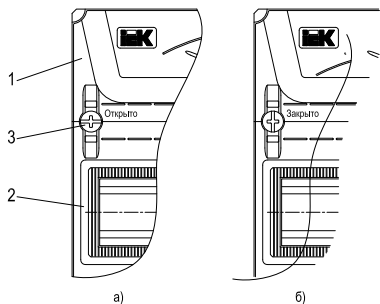

Рисунок 5 – Оперативная панель
со стоек и её можно снять (рисунок 5а). Торцевым гаечным ключом на 10 мм открутить гайки и демонтировать из оболочки монтажную раму.
6.6 Установить оперативную панель. Для этого повернуть крепёжные клипсы таким образом, чтобы штиль на головке встал перпендикулярно DIN-рейке и надавить на них, при этом панель защелкнется в стойке (рисунок 5б).